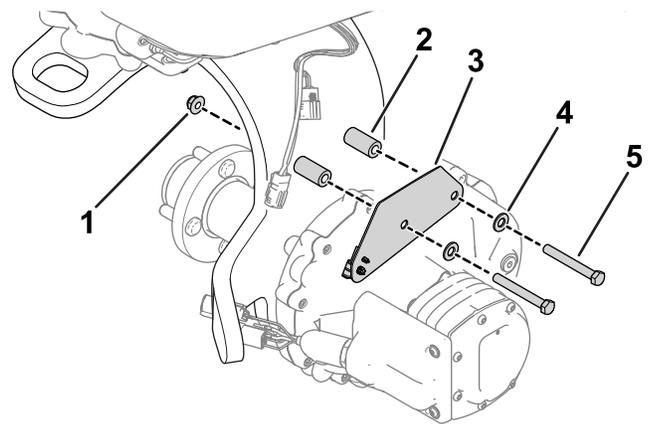

Figura 4
2. Utilize as ferragens previamente removidas para prender o novo suporte da cablagem à forquilha da roda giratória (Figura 4).